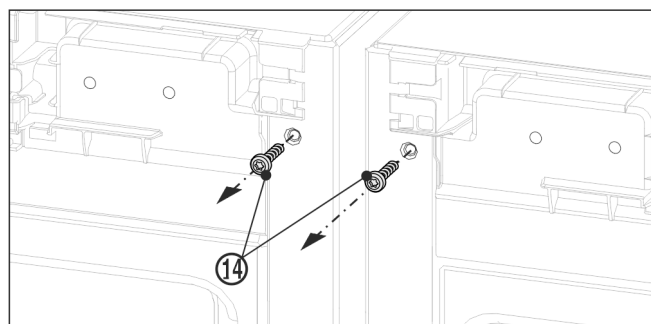

Fig. 11
- Prima di montare la staffa superiore, svitare le due viti di messa a terra Fig. 11 (14).